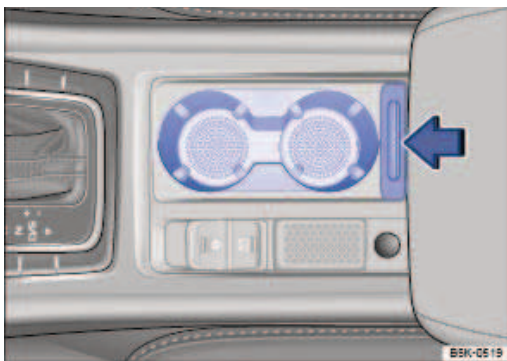

Fig. 152 Dans la partie inférieure de la console centrale : fermeture du porte-boissons
*Fermeture* : poussez vers l'avant le cache dans la console centrale ⇒ Fig. 152.